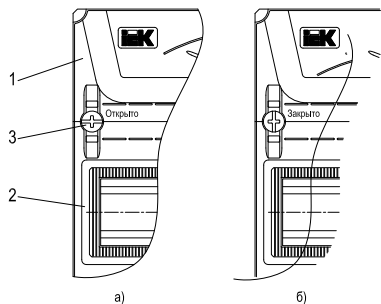

Рисунок 5 – Оперативная панель
панель отщелкнется со стоек и её можно снять (рисунок 5а). Торцевым гаечным ключом на 10 мм открутить гайки и демонтировать из оболочки монтажную раму.
6.6 Установить оперативную панель. Для этого повернуть крепёжные клипсы таким образом, чтобы шлиц на головке встал перпендикулярно DIN-рейке и надавить на них, при этом панель защёлкнется в стойке (рисунок 5б).